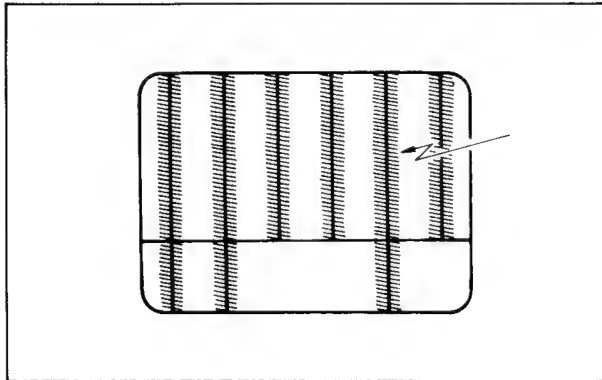

Bild 3-16
2. Bildsuchlauf vorwärts einschalten, R 48 auf richtige Farbübergänge einstellen (Bild 3-16).